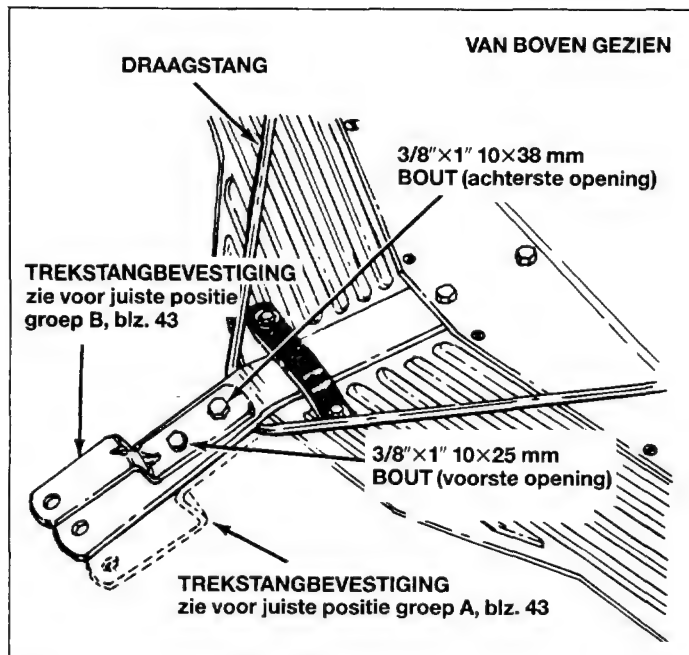

Fig. 6
N.B.: Alvorens de trekbevestiging op de trekstang te monteren (zie fig. 6 en blz. 43), eerst bepalen welke positie geschikt is voor uw grasmaaier of tractor.
5. Monteer de trekbevestiging op de trekstang (in de voorste opening) met een zeskante bout 10×25 mm (3/8×1") en borgmoer 10 mm (3/8"). Nog niet aanhalen. Zie fig. 6 en 7.
6. Monteer de trekbevestiging (in de achterste opening) met een zeskante moer 10×38 mm, grote platte ring en borgmoer. Nog niet aanhalen. Zie fig. 6 en 7.